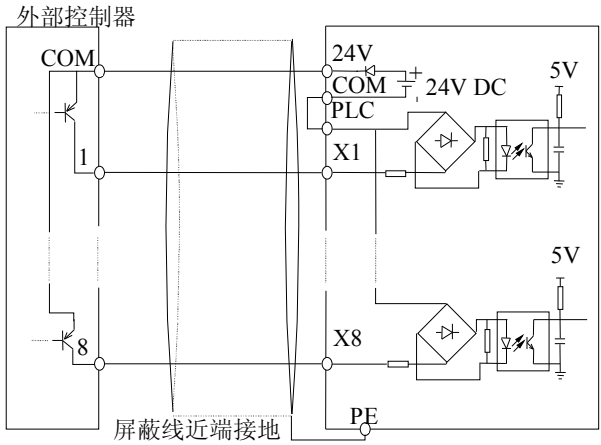

图 2-17 使用变频器内部+24V电源的漏极连接方式
2) 使用变频器内部+24V电源，外部控制器为PNP型的共发射极输出的连接方式（注意去除PLC与24V端子间的连接线，在外部短接PLC和COM端子），如图2-17所示。